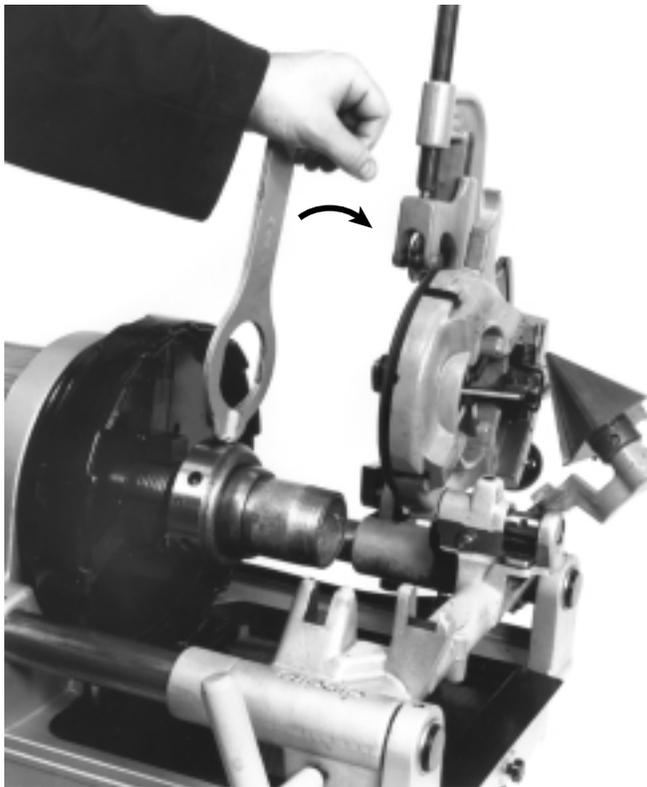

Figura 21 – Extracción del niple terminado del Portaherramientas niplero No. 819
6. Introduzca el pasador que está inserto en el extremo de la llave mecánica (Figura 21) dentro de uno de los agujeros en el collar de desenganche del portaherramientas niplero. Gírelo. Extraiga a mano el niple que ha sido roscado.